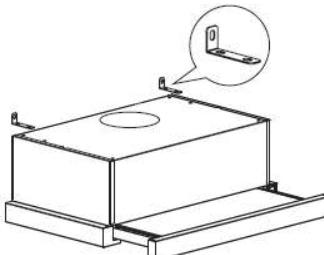

Imagen 2
2. Instale el soporte en forma de L en la parte superior de la campana con dos tornillos (4 mm x 10 mm). Véase la imagen 2.